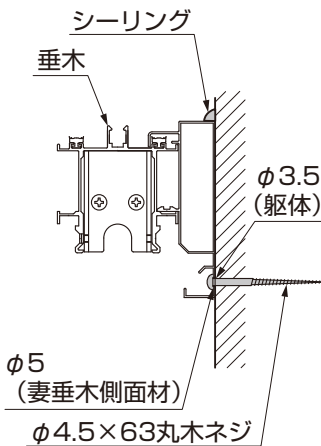

図6-17 A部詳細図
- ② 入隅側妻垂木側面材にφ5の穴をあけてください。(図6-17参照)
- ③ 躯体に妻垂木側面材取付用のφ3.5の下穴をあけてください。(図6-17参照)
- ④ 妻垂木側面材と躯体を、「φ4.5×63丸木ネジ」で取付けてください。
- ⑤ 妻垂木側面材と躯体の組み合わせ部に、シーリングをしてください。